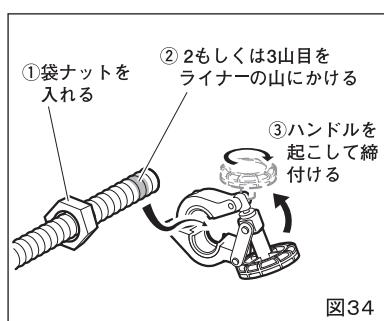

図34
### (1) クランプのセット(図34,35)
- ①管の端面から2もしくは3山目の谷部をライナーの山にかけます。
- ②クランプのハンドルを起こし、時計方向に回して締付けてください。
- ③セットしたクランプを横から見て、管の端面がクランプから出ていないか確認します。